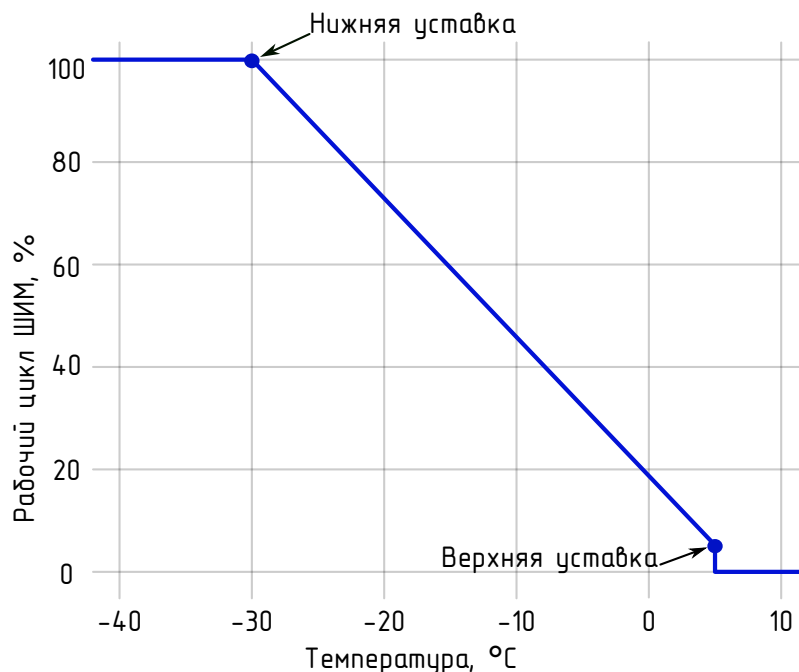

Рисунок 1.4 – Режим работы «Пропорциональный ШИМ»
- **«Пропорциональный ШИМ» («PWM Proportional»)**. Длительность рабочего цикла ШИМ линейно интерполируется между верхней и нижней уставками в зависимости от показаний датчика(ов) температуры (см. рисунок 1.4). Для